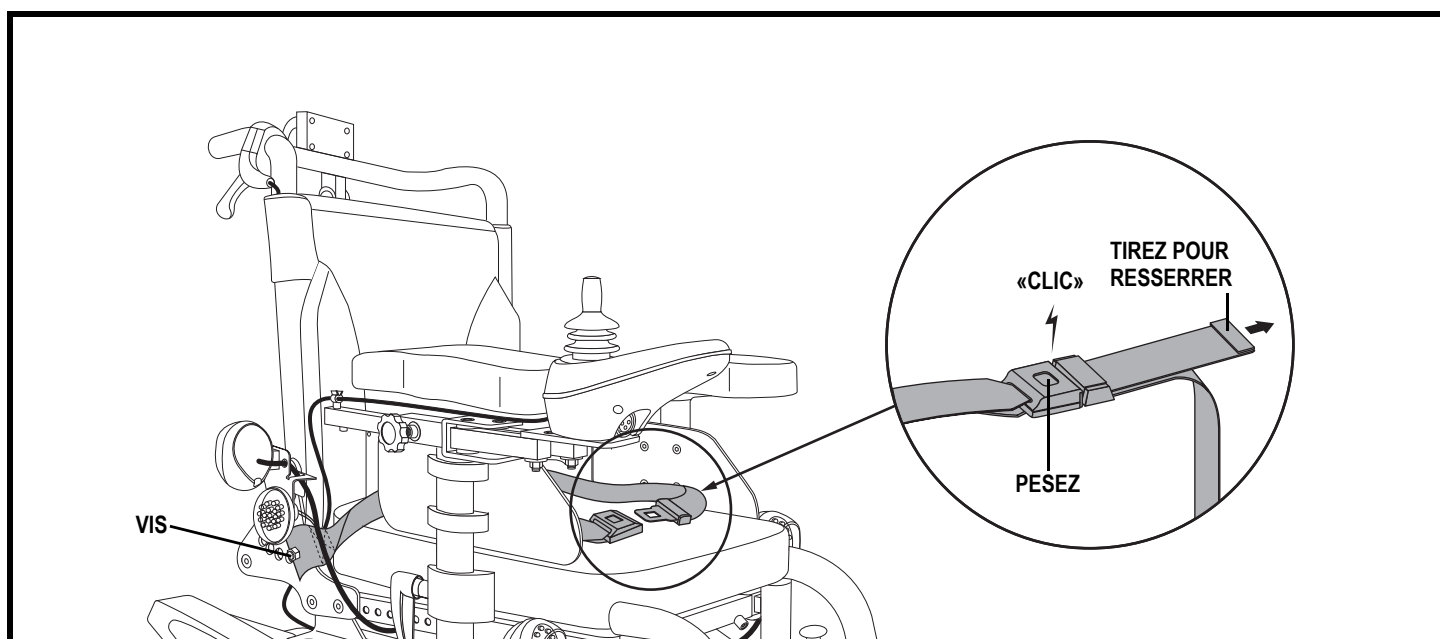

Figure 25. Réglage et installation de la ceinture de positionnement
Votre fauteuil motorisé peut être équipé d'une ceinture de positionnement de type automobile réglable pour un meilleur confort. **Voir la figure 25.** La ceinture de positionnement, réglable, a été conçue pour soutenir et empêcher tout glissement vers le bas ou vers l'avant une fois assis. La ceinture de positionnement n'a pas été conçue pour être utilisée comme ceinture de sécurité.
1. Insérez la vis dans l'onglet situé à l'extrémité de la courroie de positionnement puis dans le dossier. **Voir la figure 25.**